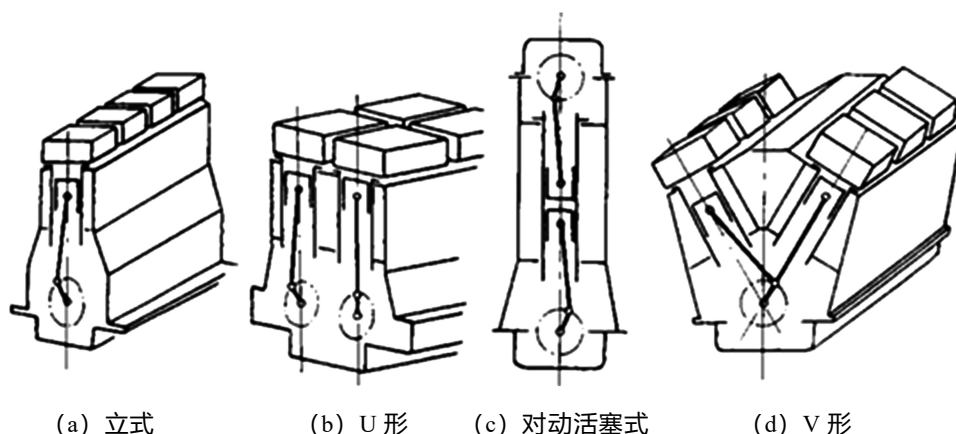

图 1-2-1 气缸的布置形式
(1) 立式柴油机：单列直立式气缸，气缸中心线与地面垂直，如图 1-2-1 (a) 所示。
(2) U 形柴油机：双列直立，两列气缸平行，每列有一根曲轴，两根曲轴的功率通过齿轮系合并集中输出，如图 1-2-1 (b) 所示。
(3) 对动活塞式柴油机：单列直立，上下两曲轴平行且同步运转，每根曲轴驱动上下各一方的活塞连杆组，上下活塞对向运动，两轴功率由同步装置合并后集中于下轴输出，如图 1-2-1 (c) 所示。
(4) V 形柴油机：左右两列气缸中心线相交呈 V 形，在 V 形角中心处由一根曲轴输出功率，如图 1-2-1 (d) 所示。